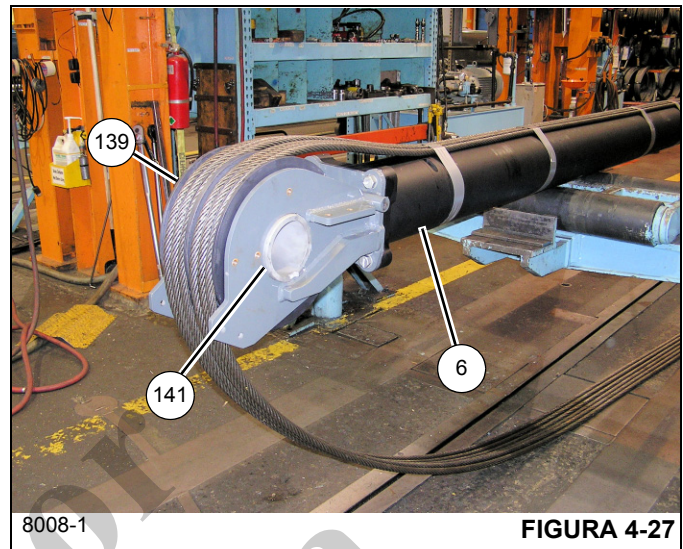
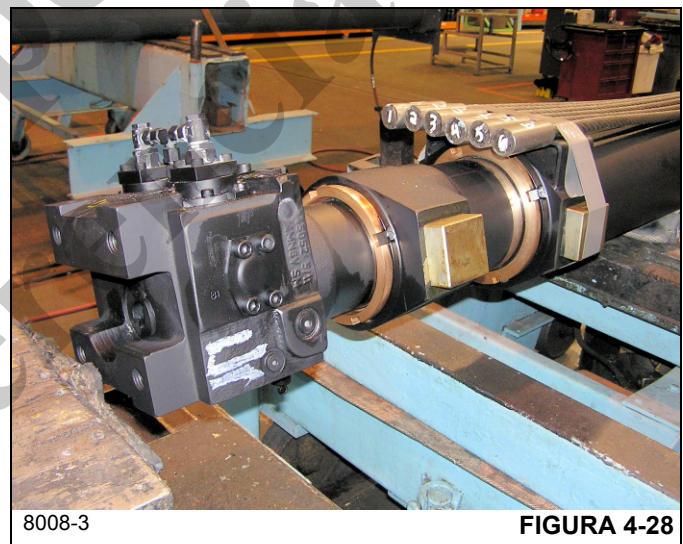

FIGURA 4-27
FIGURA 4-28
1. Coloque el cilindro telescópico (6) con el lado superior hacia abajo en unos soportes adecuados.
2. Fije el miembro soldado del montaje de la polea del cilindro telescópico (136) al extremo del cilindro telescópico (6) utilizando cuatro pernos (138) y arandelas planas endurecidas (137).
3. Fije el conjunto de polea (139) al miembro soldado del montaje de la polea del cilindro telescópico (136) utilizando el eje hueco (141) y los cuatro espaciadores (140); asegúrese que las muescas rectificadas en los extremos del eje hueco estén orientadas hacia la punta de la pluma (vea la Figura 4-27).
4. Tienda uniformemente los seis cables de extensión de la sección telescópica 3 (150) debajo del cilindro y etiquete los cables en ambos extremos con números de secuencia (1-2-3-4-5-6) para evitar que se entrecrucen durante la instalación.
5. Envuelva los seis cables de extensión de la sección telescópica 3 (150) alrededor del conjunto de polea (139), devuelva los extremos de todos los cables a la base del cilindro y compruebe que los extremos con roscas de los cables queden colgando debajo del cilindro telescópico. Sujete con cinta para conductos los cables de extensión de la sección telescópica 3 a la parte superior del cilindro (vea la Figura 4-27 y la Figura 4-28).